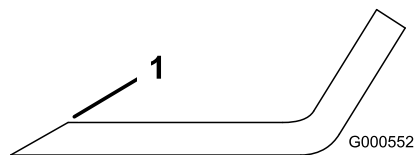

Bild 75
1. Schärfen Sie die Schnittkante an beiden Enden des Schnittmessers mit einer Feile (Bild 75).
Hinweis: Feilen Sie, wenn das Schnittmesser nicht ausgewuchtet ist, vom Flügelbereich des Messers etwas Metall ab (Bild 75).